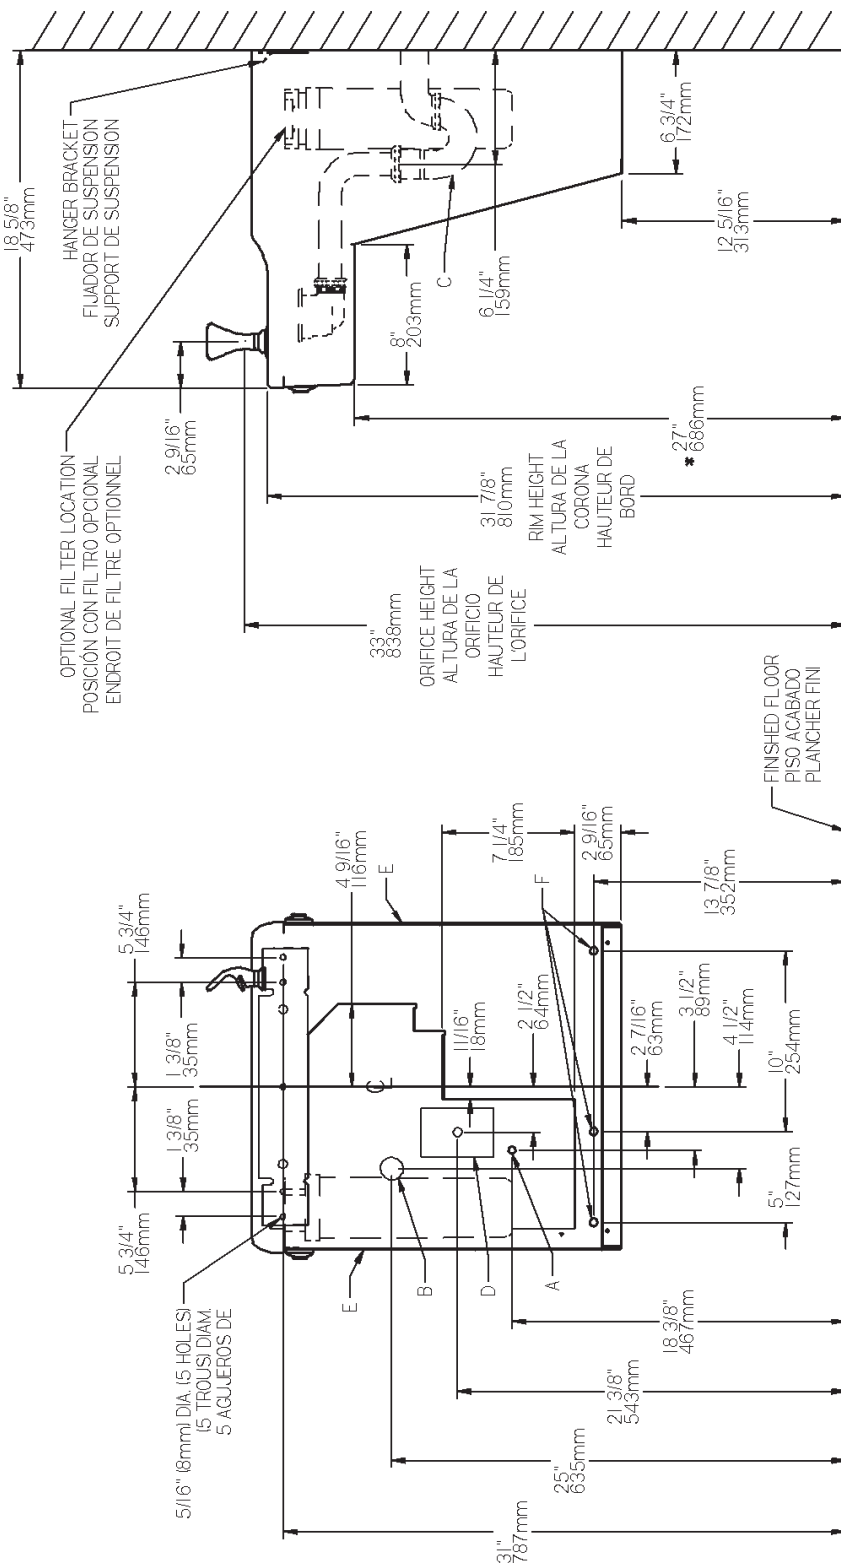

FIG. 2
- 1) Remove hanger bracket fastened to back of cooler by removing one (1) screw.
- 2) Mount the hanger bracket and trap as shown in Figure 2.
- Anchor hanger securely to wall using all five (5) 5/16" dia. mounting holes.
- 1) Quite el fijador de suspensión sujetados a la parte posterior del enfriador quitando un (1) tornillo.
- 2) Monte el fijador de suspensión y quite el purgador como se muestra en la Fig. 2.
- Ancle el suspensor de forma segura a la pared usando todos los cinco (5) agujeros de montaje de 5/16" de diámetro.
- 1) Retirez le support de suspension à l'arrière du refroidisseur en enlevant une (1) vis.
- 2) Installez le support et le siphon tel qu'indiqué à la fig. 2.
- Ancrez solidement le support au mur à l'aide des five (5) trous de fixation d'un diam. 5/16 po.